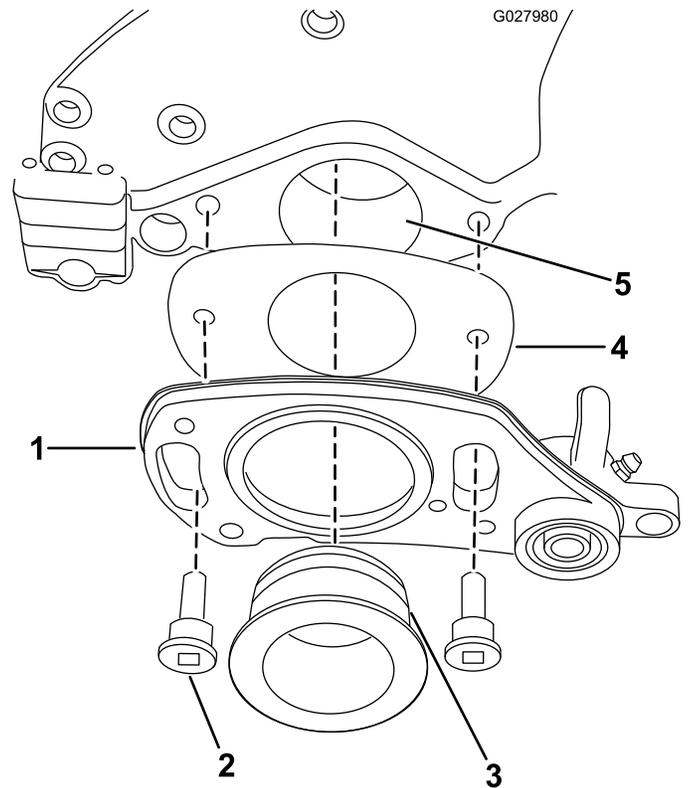

Figura 7
12. Coloque el suplemento en la parte trasera de la transmisión de la derecha, según se muestra en Figura 7.
13. Aplique una capa ligera de grasa a la junta tórica y al casquillo (Figura 7).
14. Sujete la transmisión con 2 pernos de cuello largo, según se muestra en Figura 7.